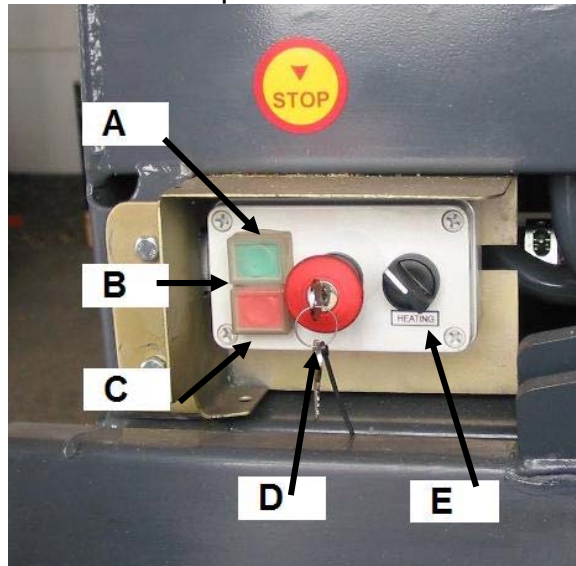

Fig. 8
3.8 Démarreur étoile-triangle pour le moteur électrique, Fig. 8
3.9 Arrêt d'urgence d'une machine entraînée par moteur électrique, Fig. 8